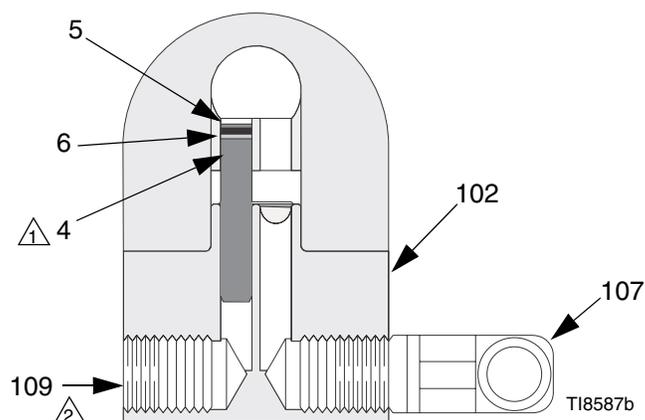

FIG. 1 : Installation sans circulation (vue en coupe)
Le pistolet est fourni avec un bouchon produit intérieur (4). Voir FIG. 1. Pour utiliser le pistolet dans un système à circulation, retirer le bouchon intérieur. Dans un système sans circulation, laisser le bouchon en place pour réduire le temps de rinçage.
1. Enduire les filetages et surfaces en regard du collecteur (102), le bouchon (109) et le coude (107), fournis non montés, de lubrifiant antigrippant 222955.
2. Monter un coude (107) sur l'un des orifices du collecteur (102) et placer un bouchon (109) sur l'autre.
3. Monter le bouchon intérieur (4) sur l'orifice produit du même côté que le bouchon du collecteur.
4. Brancher la tuyauterie produit sur le coude du collecteur. Voir FIG. 1.
5. Monter le pistolet sur le collecteur en utilisant les quatre vis (14). Démarrer le vissage des quatre vis. Serrer d'abord les deux vis de devant puis les vis arrière. Serrer les quatre vis au même couple de 65 in-lb (7,3 N•m).
① À démonter sur les systèmes à circulation.
② Remplacer par un coude (107) sur les systèmes à circulation.